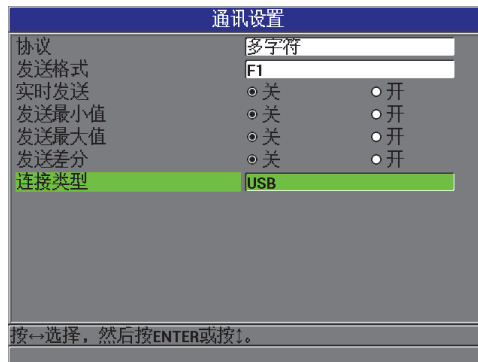

图 8-1 通讯设置屏幕 — USB
5. 在**通讯设置**屏幕上，将**连接类型**设置为 **USB**（参见第 136 页的图 8-1）。